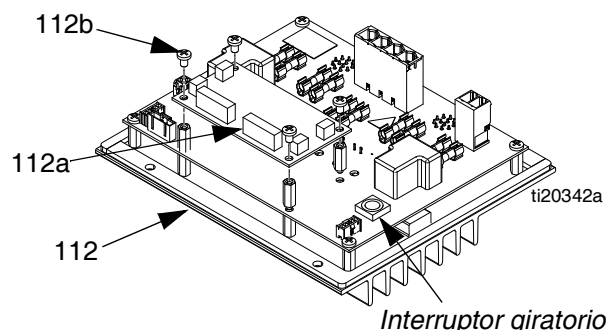

FIG. 46
1. Gire el interruptor giratorio del MZLP con tarjeta secundaria a la posición "1". Gire el interruptor giratorio del MZLP sin tarjeta secundaria a la posición "2" o "3", según su ubicación. Consulte la FIG. 46 para ver la ubicación del interruptor giratorio.